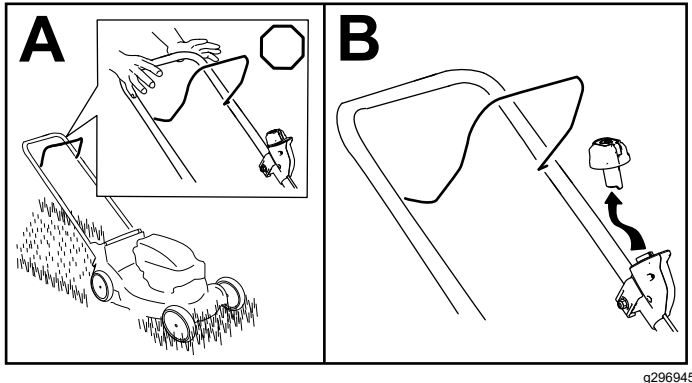

Figura 11
1. Suelte la barra de control de la cuchilla (Figura 11, A).
2. Retire el botón de arranque eléctrico del arrancador eléctrico (Figura 11, B).